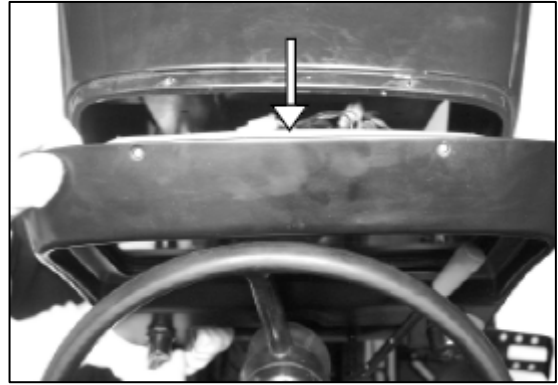

Fig. 153
3. Para levantar el tablero de instrumento (Fig. 153) desconecte el interruptor de luces, el interruptor de las direccionales y el conector del arnés principal.